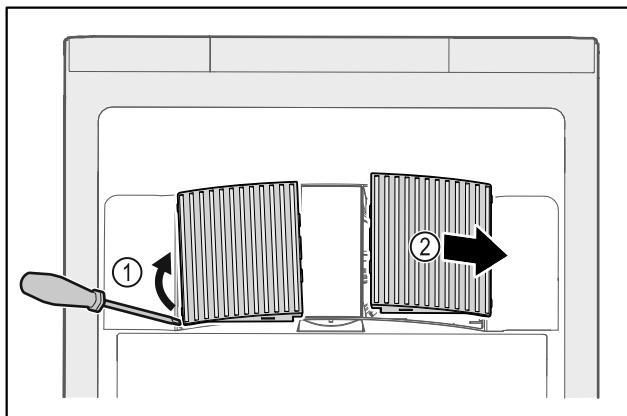

Fig. 105
- Nxirri jashtë duke i ngritur lart me kujdes kapakët mbulues të ventilatorit nga anash Fig. 105 (1) dhe hiqini nga përpara Fig. 105 (2).